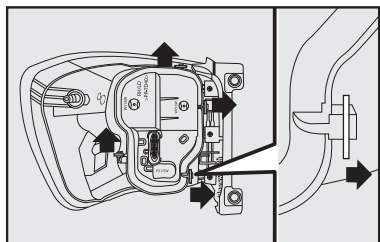

fig. 32
- 4) Puxar as travas no sentido das setas **fig. 32** para retirar o conjunto porta-lâmpadas.